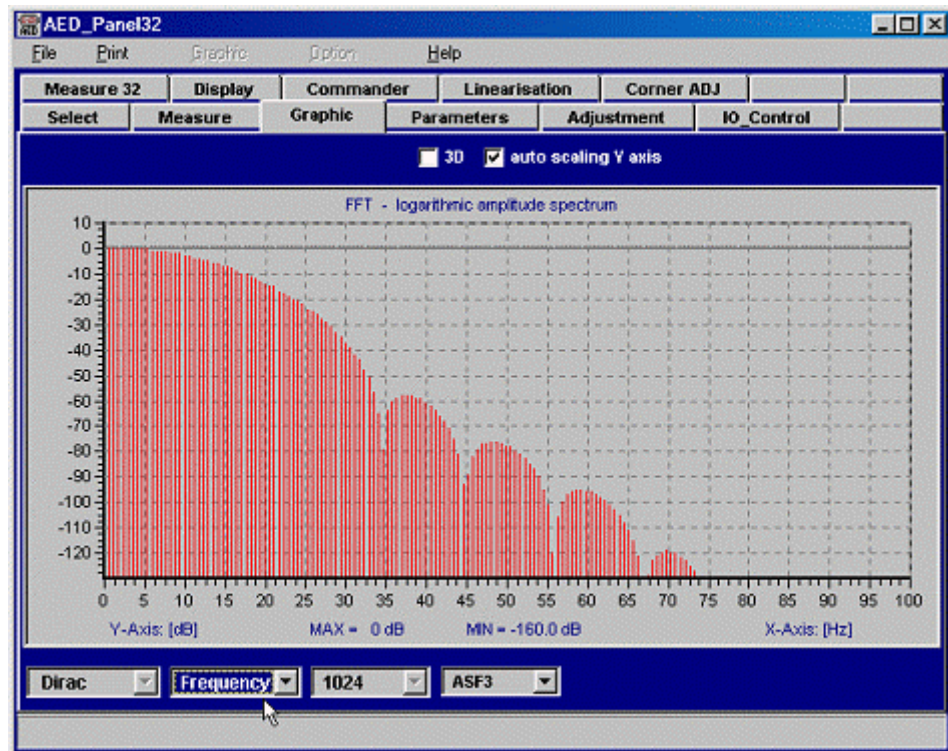

Abb. 10: Dämpfungsverhalten (Frequenzgang) des ,post'-Filters (ASF3, FMD1)
- Nun wird der Anzeigemodus auf ‚Frequenz‘ umgeschaltet und man erhält das Dämpfungsverhalten des Digitalfilters (Abbildung 10, Frequenzgang).